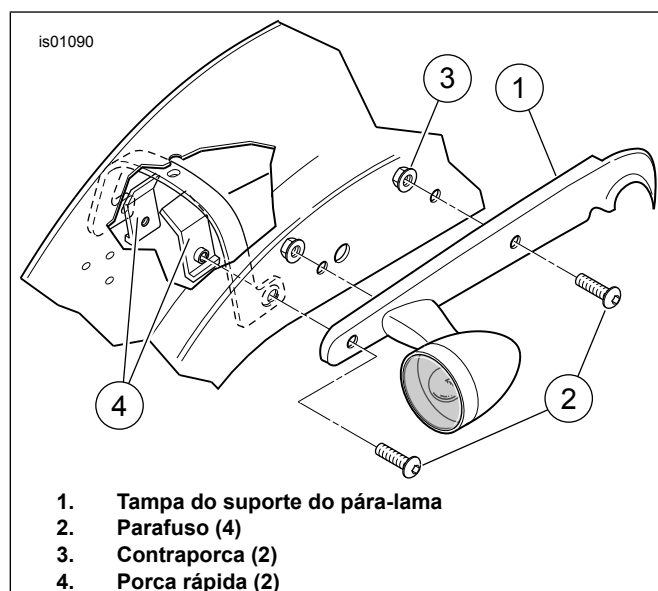

Figura 1. Suporte do pára-lama traseiro (lado direito mostrado)
1. Veja a Figura 1. Remova e descarte o parafuso (2) e a contraporca (3) dianteiros da tampa do suporte do pára-lama traseiro (1).